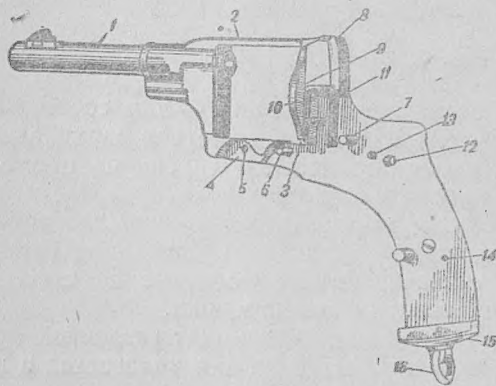

Рис. 8. Рамка с ввинченным стволом:
10. Рамка (рис. 8) служит для соединения частей револьвера и рукоятки.